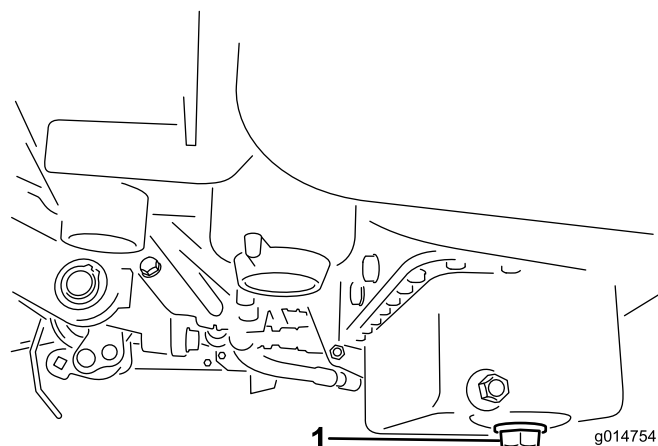

図 43
1. ドレン・プラグを外してオイルを容器に受ける。オイルが抜けたらドレン・プラグを取り付ける（図 43）。